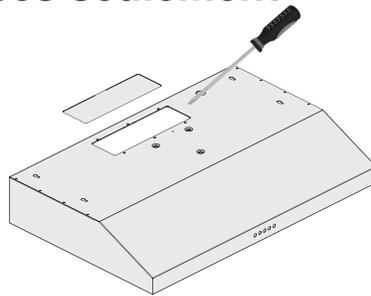

Figure 8
- Selon l'option de ventilation extérieure choisie (voir page 11), sortez le panneau d'acier soit sur le haut ou à l'arrière de la hotte (voir figure 8).